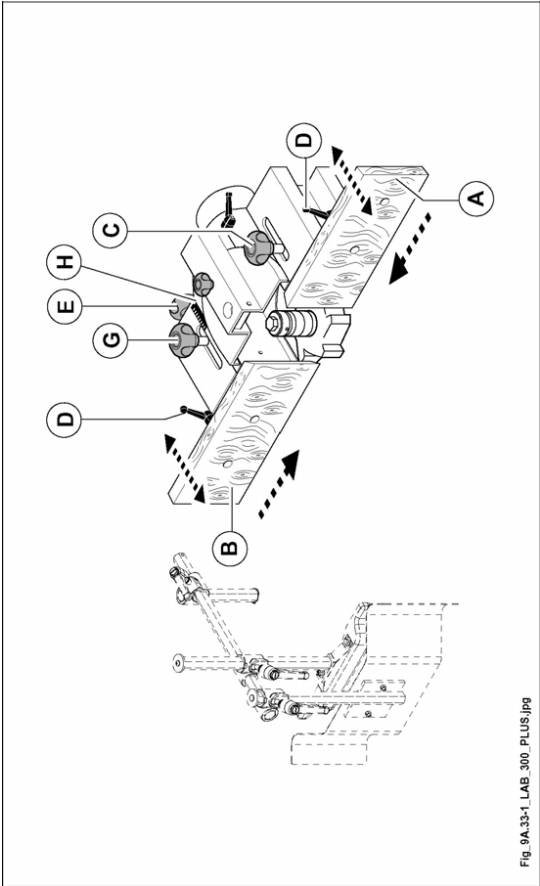

Abb. 9.33-1
Gleichzeitige Einstellung der Führungen A und B (Abb. 9.33-1).
- Die Führung (A Abb. 9.33-1) mit dem Knauf (E Abb. 9.33-1) einstellen, nachdem der Knauf (C Abb. 9.33-1) gelöst worden ist.
- Die Führung (B Abb. 9.33-1) mit dem Knauf (E Abb. 9.33-1) einstellen, nachdem der Knauf (G Abb. 9.33-1) gelöst worden ist.
- Anschlaglineale (A und B Abb.9.33-1)sollen möglichst nahe dem Werkzeug (rund 2-3 mm)sein. Die Durchführung dieser Einstellung erfolgt durch die zwei Griffe (D Abb.9.33-1) hinter den betreffenden Anschlaglinealen.
Die Verschiebung zwischen den beiden Tischen auf der Anzeige (H Abb. 9.33-1) einstellen. Wenn die Anzeige auf "0" steht, sind die beiden Führungen miteinander ausgerichtet.
Nach der Einstellung die Knäufe C und G (Abb. 9.33-1) anziehen.